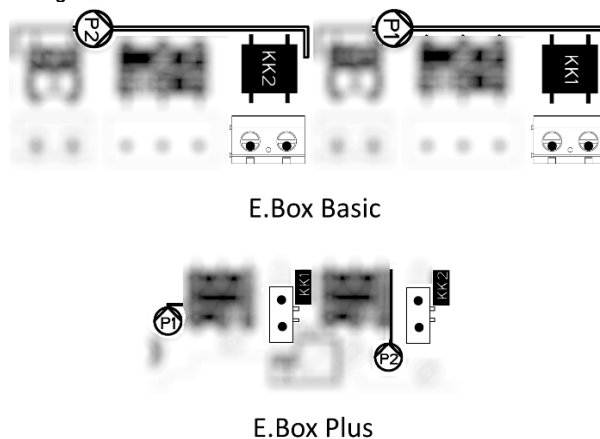

Figura 33: Entradas con protección térmica KK
**Protección térmica de motores:** E.box posee una entrada para la protección térmica de cada motor. Si el motor utilizado cuenta con protección térmica, se puede conectar dicha protección a los bornes KK. Si la protección no está presente en el motor, se deberán realizar puentes en los bornes. Para la posición de los bornes, ver Figura 33.